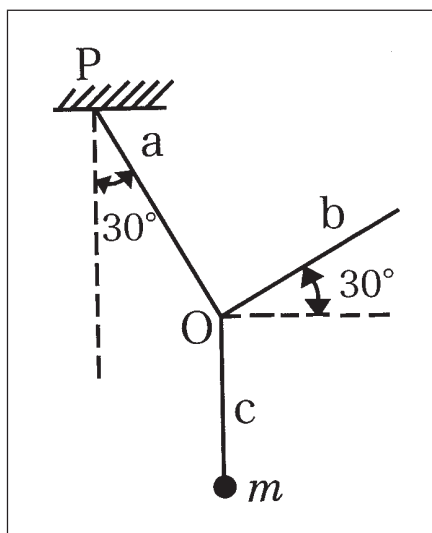

図1
35ページ 図 1 - 46
- (1) 次の図1に示すように、質量 $10[\text{kg}]$ の物体 m に結んだひもの他端を天井 P に固定し、このひもの途中の O にもう1本のひもを付け、水平と 30° の方向にひくと、ひも PO は鉛直線と 30° の角度で傾いた。ひもの直線部分 a の張力 $F_a[\text{N}]$ の値として最も適切なものを1～5から一つ選べ。ただし、 $\sin 30^\circ = 0.5$ 、 $\cos 30^\circ = 0.87$ 、 $\tan 30^\circ = 0.58$ とする。解答番号は 21